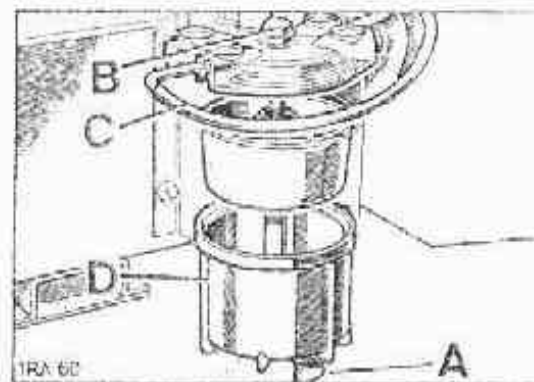

Fig. 42. Recipiente decantador
B) *Recipiente decantador.*—Situado debajo del piso de la cabina, en el lado del pasajero, fijado al larguero del bastidor (fig. 42).